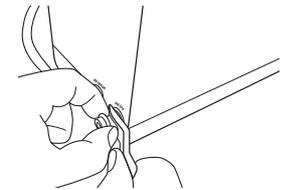

Figura 12.
- a. Para tu comodidad, coloca la llave de ajuste entre el tapón y el collar del conector rápido, presionando el mismo y tomando el tapón con tus dedos (ver Figura 12).